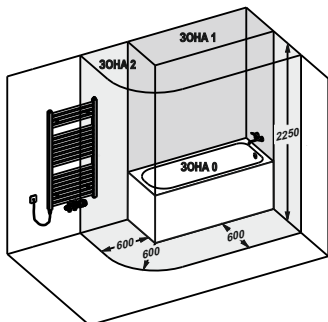
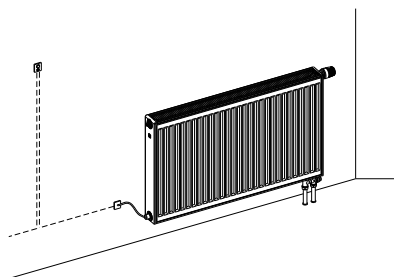
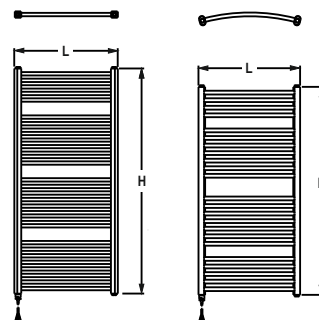
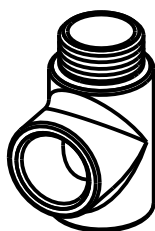

Рис. 1
Рис. 2
Рис. 3
Рис.4 Штуцер Т (Z-SKV-0001)
- рабочее положение	вертикальное с электро кабелем внизу - действ. для ОП KORALUX (см.рис.3) горизонтальное в нижней части ОП – действ. для RADIK COMBI VK (см.рис.2)
Запрещается устанавливать ОП с ЭНЭ внутри ванной или душевой кабины или над ванной или душем (зоны 0 и 1 согласно ČSN 33 2000-7-701, см. рис. 1). Подводящая электропроводка к ЭНЭ должна соответствовать предписаниям для подключения электрических приборов класса 1, и она должна быть защищена соответствующим и работоспособным устройством защитного отключения. Если ЭНЭ не будет подключаться к электросети с помощью намонтированной сетевой вилки, то в электросоединении ЭНЭ должен быть намонтирован выключатель, позволяющий пользователю, в случае необходимости, безопасное отключение от электросети.
Осторожно вставьте ЭНЭ снизу в ТОП KORALUX (рис. 1, 3) или сбоку в нижний вывод ПОП RADIK COMBI VK со стороны, противоположной вентилю (рис.2) и утяните его боковым ключом размера 22. Запрещается затягивать ЭНЭ за металлическую втулку присоединительного кабеля! Если конкретная ситуация требует, чтобы к входящей у ТОП, куда монтируется ЭНЭ, была одновременно подключена и обратка тепловодной системы, то используйте специально для этого предназначенный «Т»-штуцер (оснастка KORALUX - торговое обозначение Штуцер «Т» – рис. 4). ОП прикрепите к стене при помощи крепления, рекомендованного производителем ОП, подключите его к системе отопления, наполните теплоносителем (водой) и удалите воздух. Во время этого следите, чтобы не произошло повреждение кабеля или корпуса элемента!